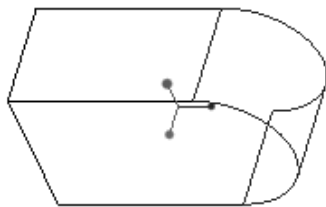

图 6-106 创建完全倒圆角特征
- 4) 在“倒圆角”选项卡中单击 （完成）按钮，从而完成完全倒圆角特征的创建，效果如图 6-106 所示。